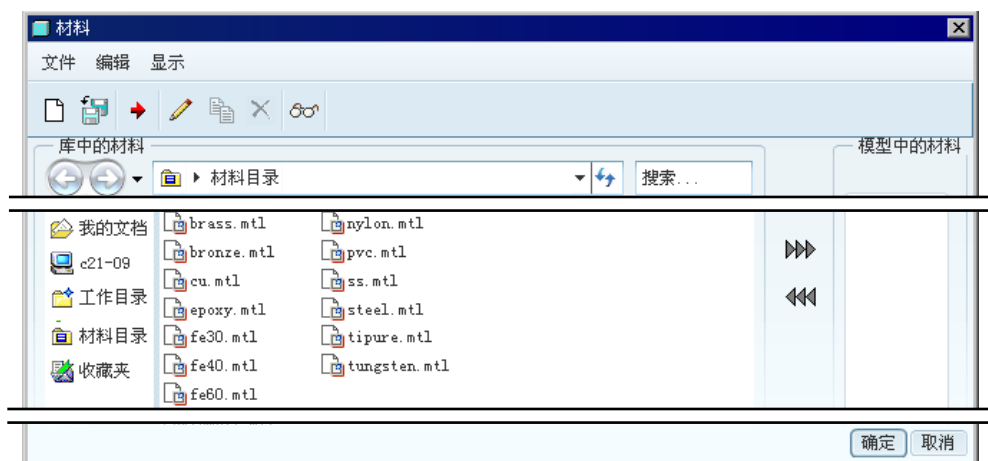

图 5.8.2 “材料”对话框
(1) 进入 Pro/ENGINEER 系统, 随意创建一个零件模型。
(2) 选择下拉菜单 **文件(F)** → **属性(I)** 命令。
(3) 在图 5.8.1 所示的 **模型属性** 对话框中, 选择 **材料** → **材料** → **更改** 命令, 系统弹出图 5.8.2 所示的“材料”对话框。